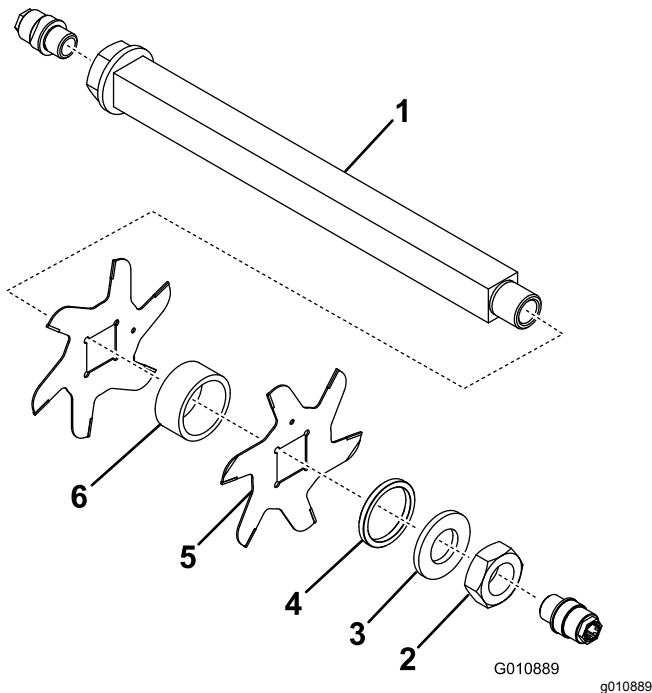

Figura 14
3. Retire el espaciador pequeño, la arandela, las cuchillas y los espaciadores grandes. Limpie el eje cuadrado y lubríquelo con una capa ligera de grasa para simplificar el montaje (Figura 14).